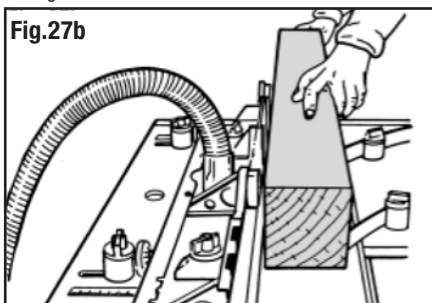

Fig.27b
4. Rimontare gli spessori dietro la faccia posteriore della guida, poi capovolgere il pezzo e completare il secondo passaggio (Fig 27b)